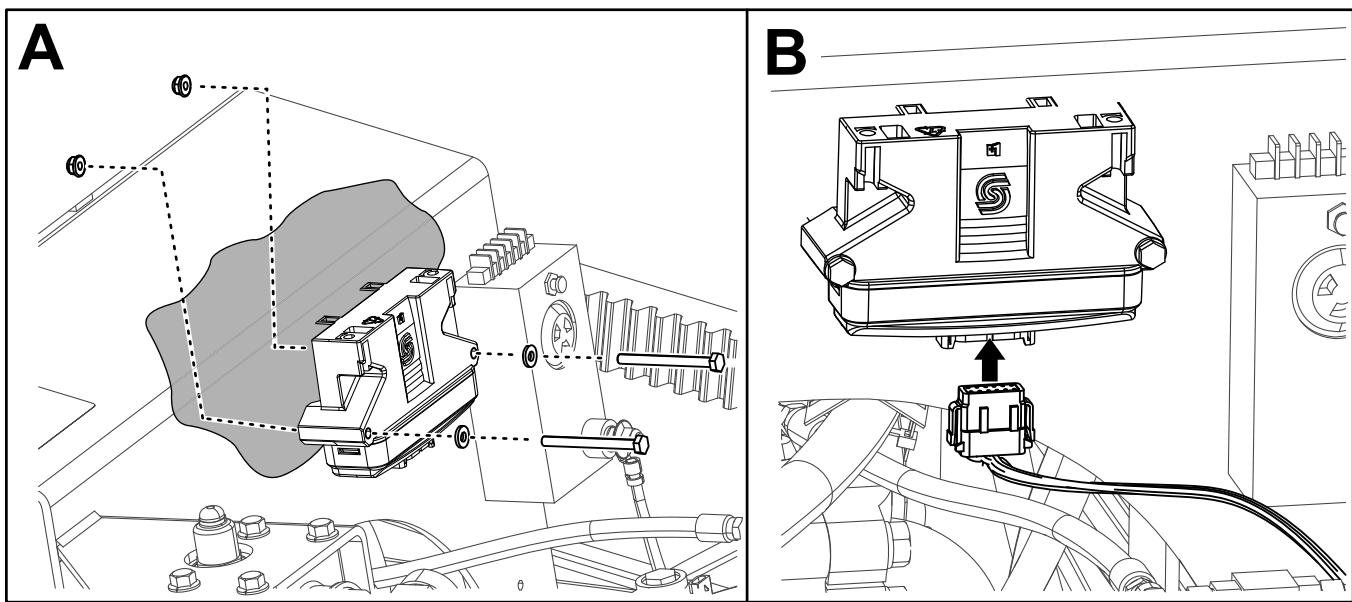

Figura 4
2. Sujete el microprocesador al panel (Figura 2) usando 2 pernos ($\frac{1}{4}$ " x $2\frac{3}{4}$ "), 2 arandelas y 2 tuercas ($\frac{1}{4}"), según se muestra en Figura 4, A.$
3. Enchufe el arnés de cables en el microprocesador como se muestra en Figura 4, B.